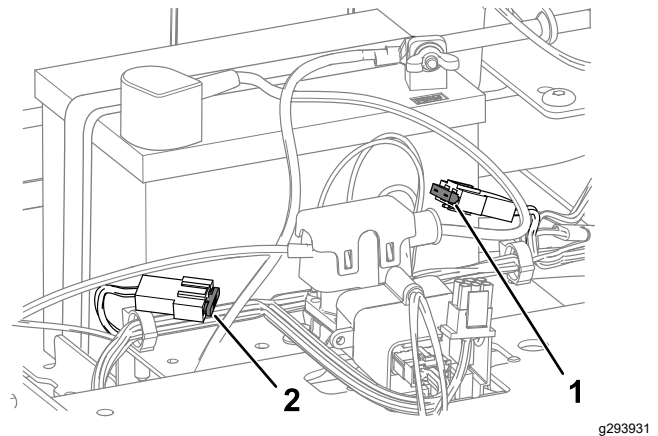

Figura 44
4. Para cambiar un fusible, tire del fusible para retirarlo (Figura 44).